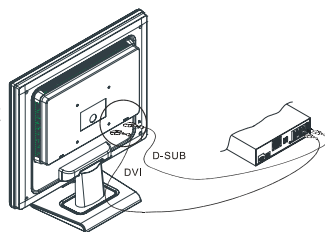

図 1-5
2. シグナルケーブルの片方を LCD モニタの D-SUB または DVI (オプション) ポートに接続してください(図 1-5 参照)。